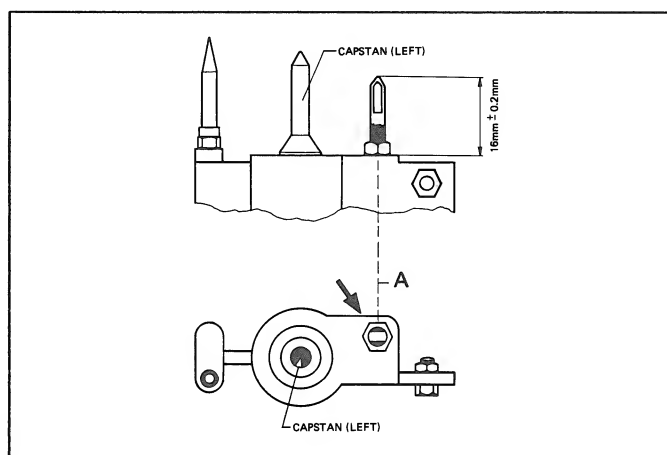

Fig. 3.2
- Les fraisages [A] doivent être ajustés horizontalement [Fig. 3.2]